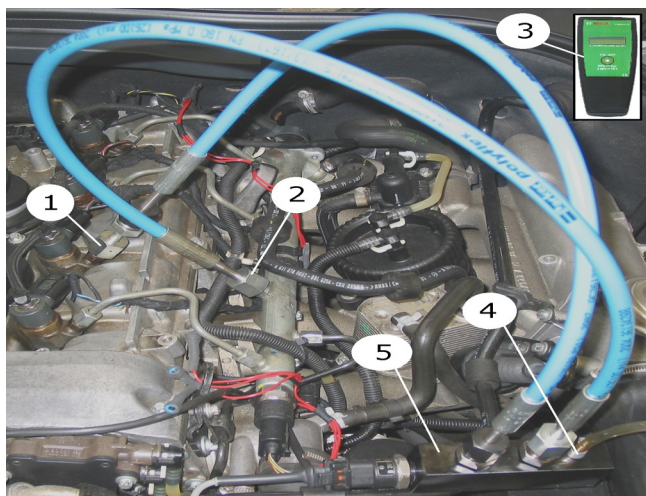

Abb. 16: Exemplo de conexão verificação de comparação do sensor de pressão Rail (motor funciona com todos os cilindros)
Por motivos de segurança, uma válvula limitadora de pressão é instalada no medidor de pressão (fig. 16, pos. 5), limitando a pressão em 180 MPa. Conectar obrigatoriamente a mangueira de serviço fornecida na conexão (fig. 16, pos. 4) do medidor de pressão e conduzir para um recipiente de coleta adequado para combustível diesel.
3. Conectar a primeira mangueira 180 MPa (fig. 16, pos. 2) com o adaptador correspondente de conexão, ângulo, porca e anel de pressão (rosca à esquerda) ao Rail e conectar o medidor de pressão (fig. 16, pos. 5).
4. Conectar a segunda mangueira 180 MPa (fig. 16, pos. 1) com o adaptador correspondente de conexão, ângulo, porca e anel de pressão (rosca à esquerda) no injetor, e conectar o medidor de pressão (fig. 16, pos. 5).
6. Conectar cabo de conexão no medidor digital de pressão (fig. 16, pos. 3) e no sensor de pressão Rail do módulo de pressão (fig. 16, pos. 5).